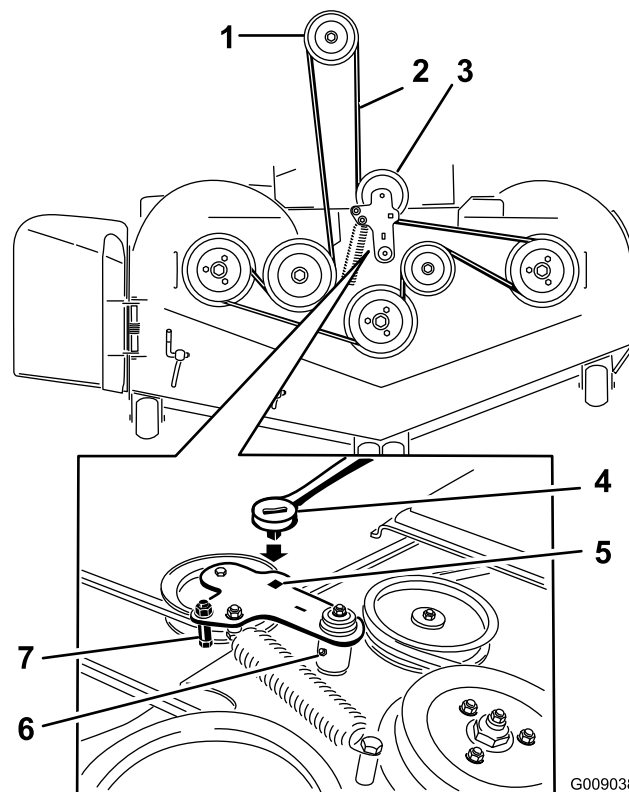

Figura 102
7. Ruotate il tendicinghia del piatto di carico in senso orario e togliete la cinghia del tosaerba (Figura 102).
- Sollevate la bacinella e inserite il cricchetto nel foro quadrato del tendicinghia del piatto di taglio (Figura 102).